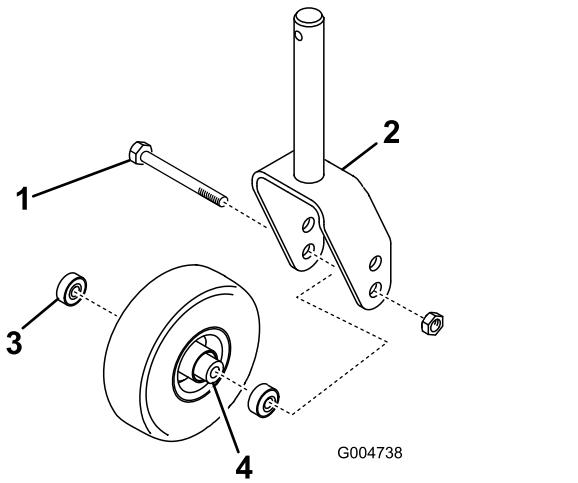
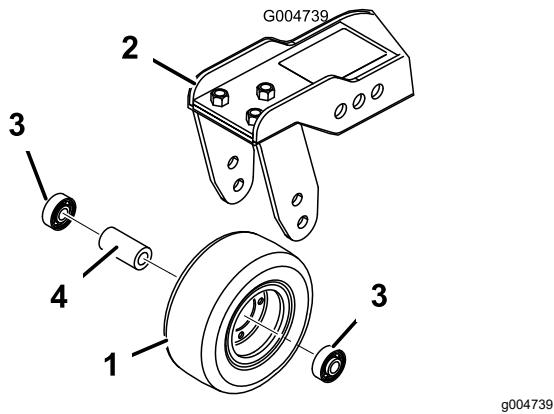

Bild 123
Bild 124
1. Entfernen Sie die Sicherungsmutter von der Schraube, mit der das Laufrad zwischen der Laufragabel (Bild 123) oder dem Laufradgelenkarm (Bild 124) befestigt ist.
2. Entfernen Sie das Lager aus der Radnabe und lassen das Lagerdistanzstück herausfallen (Bild 123 und Bild 124).